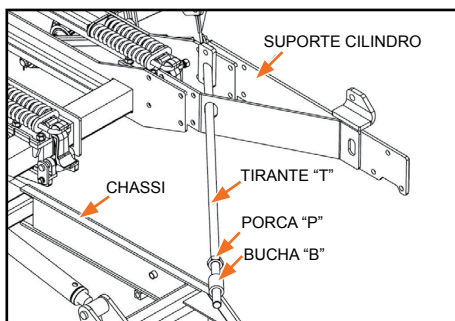

Figura 24
c) Posicione o tirante, juntamente com o suporte do cilindro, na lateral do cabeçalho, de tal forma que a parte roscada do tirante, passe através da bucha “B”, do cabeçalho (Figura 24).